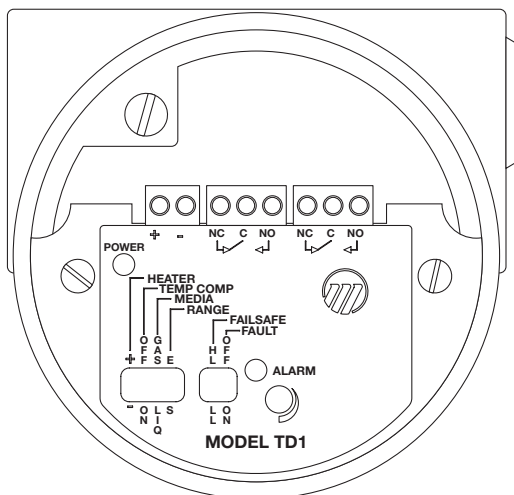
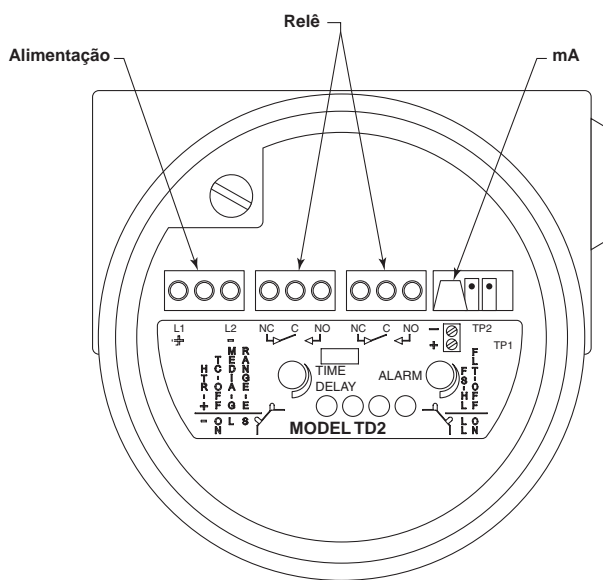

Figura 6
Figura 7
4. Conecte os fios de alimentação aos terminais apropriados. Veja a Figura 6 para o circuito eletrônico da TD1 ou a Figura 7 para TD2. Observe que TD1 está disponível somente com alimentação de 24VDC. A TD2 está disponível para alimentação AC (100 a 260 VAC) ou alimentação DC (19.2 a 28.8 VDC).
5. Faça as conexões para o relê (veja a Figura 6 para o circuito eletrônico da TD1 ou a Figura 7 para TD2).
A fiação para a saída de mA está mostrada na Figura 7 da página 3. A ligação deve ser feita com fio 16 a 26 AWG.
A fiação para a saída de mA está mostrada na Figura 7 da página 6. A ligação deve ser feita com fio 16 a 26 AWG.